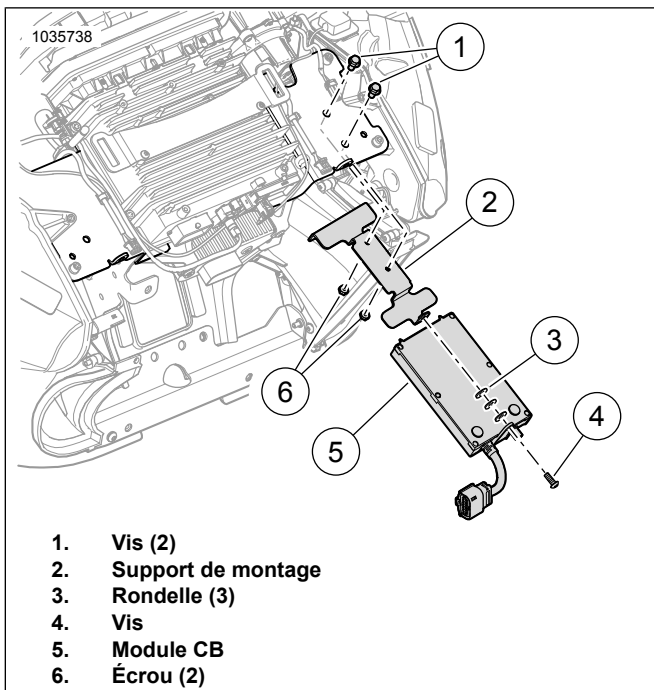

Figure 4. Installez le module CB : Carénage monté sur cadre
1. Consultez Figure 4 . Installer le support de fixation (2).
2. Insérer les vis (1) et les écrous (6). Serrer.